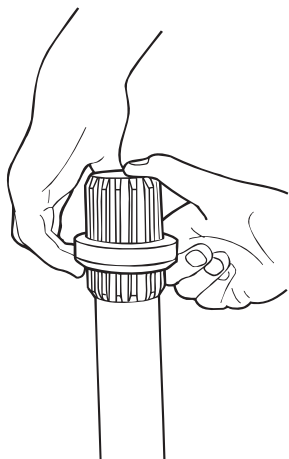
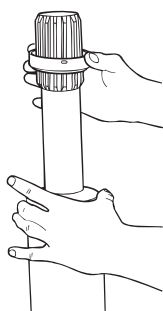

Figura 4.15
Figura 4.16
5. Retire el sello. Figura 4.15. Retire el protector. Figura 4.16.